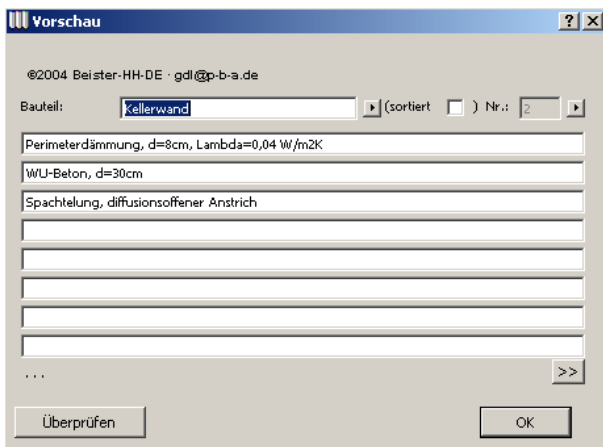

Abb. 7: Der Dialog zum Editieren der Texte
- Im Balken dieses Fensters unter dem Fensternamen taucht nun ein Knopf 'Vorschau' auf. Dahinter verbirgt sich der Dialog. (siehe Abb. 7)